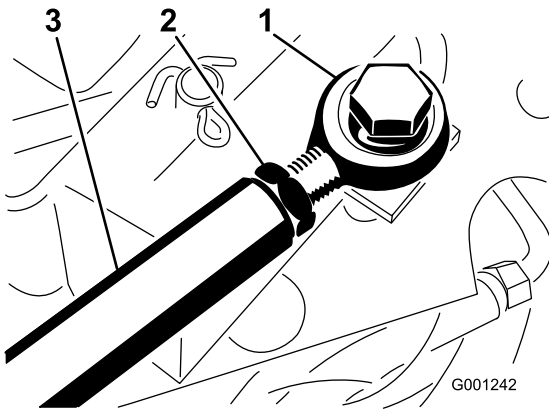

Bild 79
Wenn eine weitere Einstellung erforderlich ist, stellen Sie die Fahrtriebsstange (Bild 79) wie folgt ein:
2. Lösen Sie die Klemmmutter, mit der das Stangenende an der Fahrtriebsstange befestigt ist (Bild 79).
4. Ziehen Sie die Klemmmutter (Bild 79) fest und befestigen Sie das Ende der Stange mit der abgenommenen Schraube und Mutter am Fahrpedal, um den Winkel des Pedals zu arretieren.